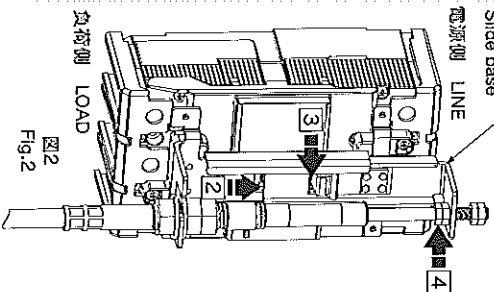

図2
2. 図部(スライドベース)を押し上げてください。(図2)
3. Push up 図2 (Slide base). (See fig.2)